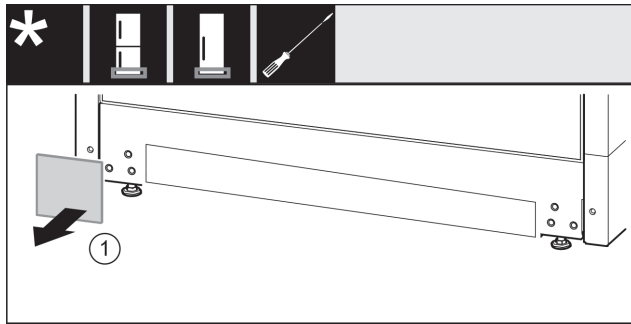

Fig. 14
- ▶ Fjern dekselet Fig. 14 (1).